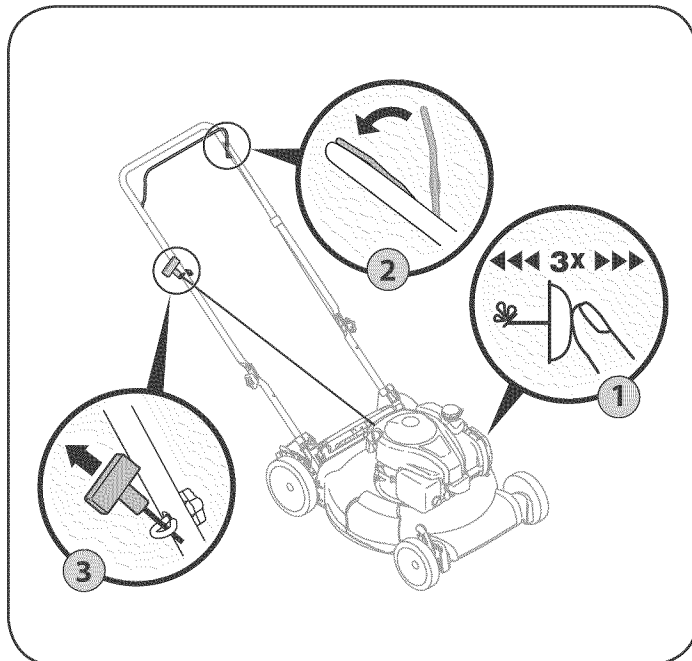

Figura 11
1. Empuje el cebador tres veces. Vea la Figura 11. No cebe el motor caliente para reiniciarlo luego de una detención breve.
3. Sostenga firmemente las dos manijas juntas, tome la manija del arrancador de retroceso y tire de la cuerda para sacarla con un movimiento rápido y continuo. Vea la Figura 11. Mantenga firme la manija del arrancador, deje que la cuerda regrese lentamente al arrancador. Repita hasta que el motor esté en marcha. Deje que la cuerda se enrosque lentamente de regreso.